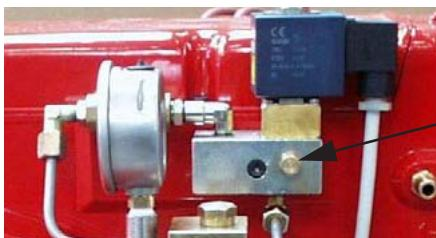
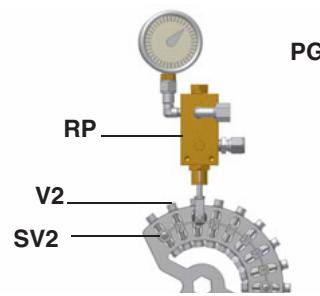

Рис. 21
Рис. 22
- Давление питания форсунки уже отрегулировано заранее на заводе-изготовителе и не должно изменяться. Только в случае необходимости, отрегулировать давление питания (см. соответствующий параграф) следующим образом: установить манометр в положение, указанное на Рис. 21, воздействовать на регулировочный винт **VR** насоса (см. Рис. 22) до получения на форсунке давления в 20 бар (см. таблицу на Стр.22);
- 7 для получения максимального расхода дизельного топлива регулировать давление (считывая значения на манометре PG), не изменяя при этом, уже отрегулированный, во время настройки работы на газе, расход воздуха (см. предыдущий параграф): все время проверяя параметры параметры горения, воздействовать на винт варьируемого сектора, соответствующий жидкому топливу **SV2** (см. Рис. 22), но по достижении положения большого пламени.